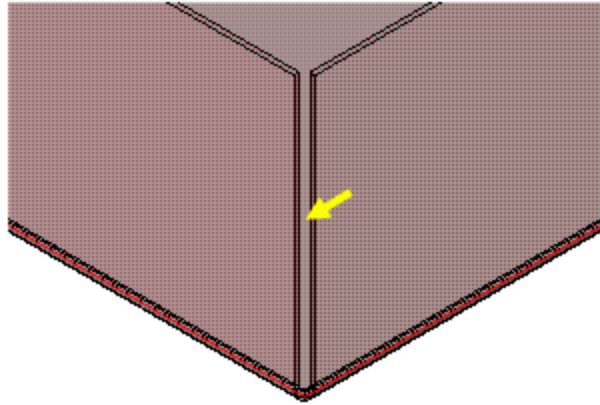

Рисунок 14.
- Увеличьте масштаб отображения. Свободное пространство в углах детали можно закрыть, замкнув смежные сгибы (рис. 14).